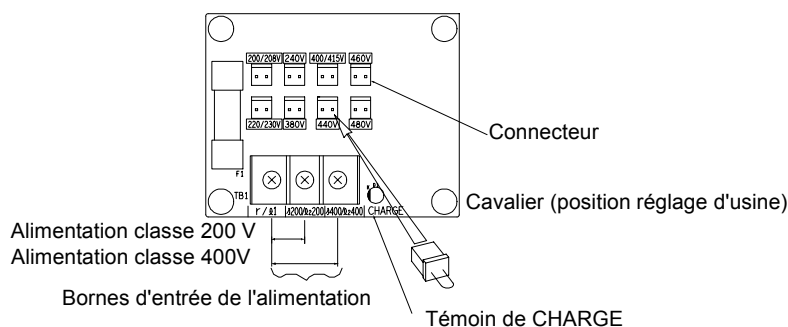

Fig 4.2 Réglage de la tension d'alimentation
4. Insérez le cavalier dans sa position pour la tension fournie au variateur (voir Fig 4.2).